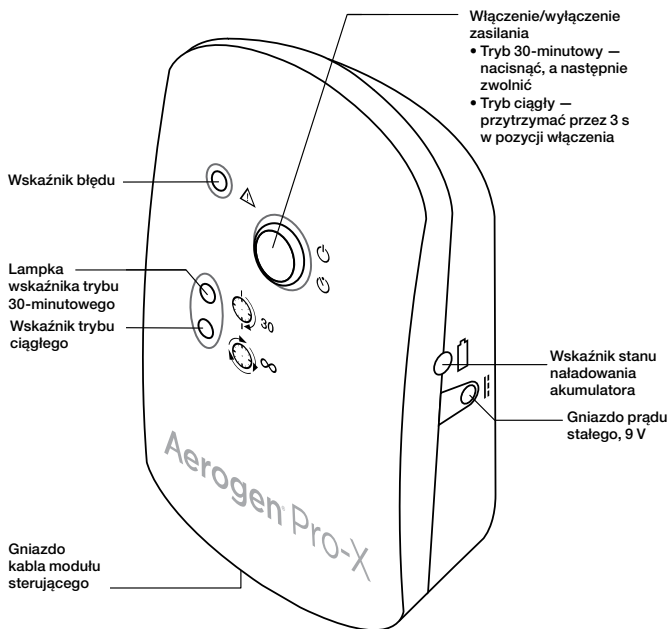

Rysunek 3. Sposoby montażu modułu sterującego Aerogen Pro-X i uniwersalnego uchwyty mocującego.
7. Uniwersalny uchwyt mocujący służy do przymocowania modułu sterującego do stojaka na kroplówkę lub poręczy łóżka, w pozycji pionowej lub poziomej (Rysunek 3).
8. Jeśli dostępne jest standardowe mocowanie urządzenia, do zamocowania modułu sterującego użyć nasadki do mocowania urządzenia (Rysunek 3).